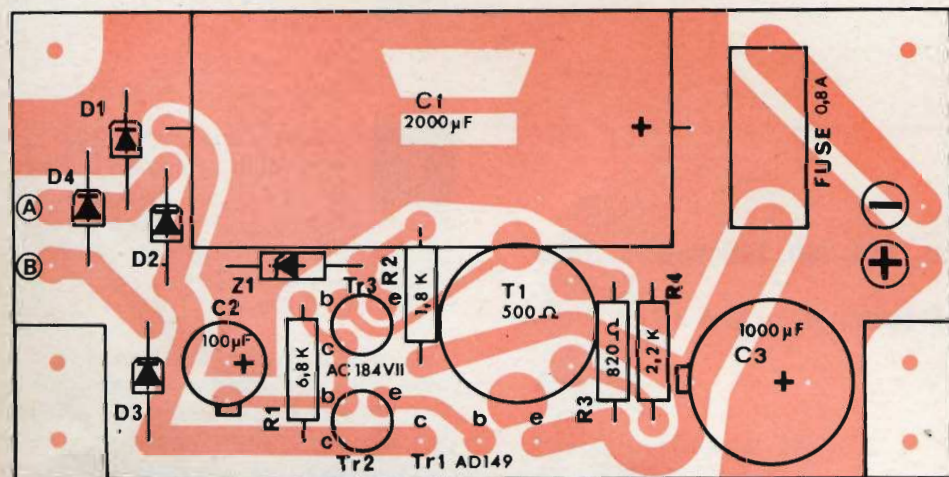

Fig. 2 - Serigrafia dei componenti sul circuito stampato.
In fig. 2 è riportata una vista serigrafica della disposizione dei componenti e tale serigrafia è stampata sulla parte non ramata della basetta a circuito stampato, in modo da facilitare enormemente il montaggio.
- Tagliare 7 cm di trecciola rossa, nera e bianca, quindi saldare tali spez-zoni ai punti c-b-e riferiti a TR1 - AD 149 come si può notare dalla citata fig. 2.